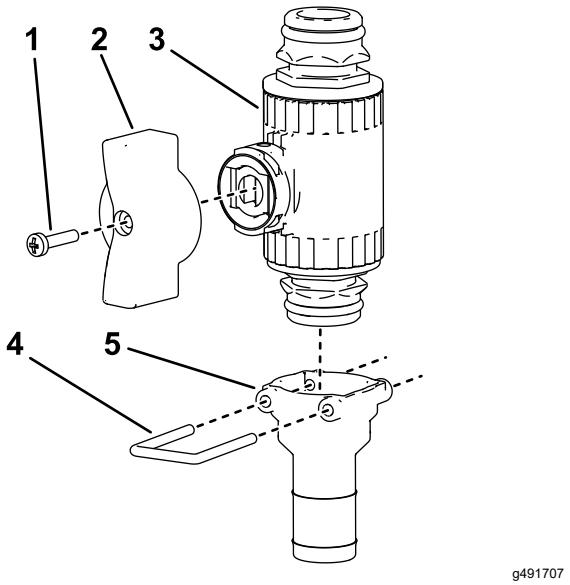

Figura 26
- Monte la manija y el acoplamiento recto en la válvula de control (Figura 26).
- Monte el acoplamiento recto en la válvula de control usando la horquilla de retención, como se muestra en la Figura 26.